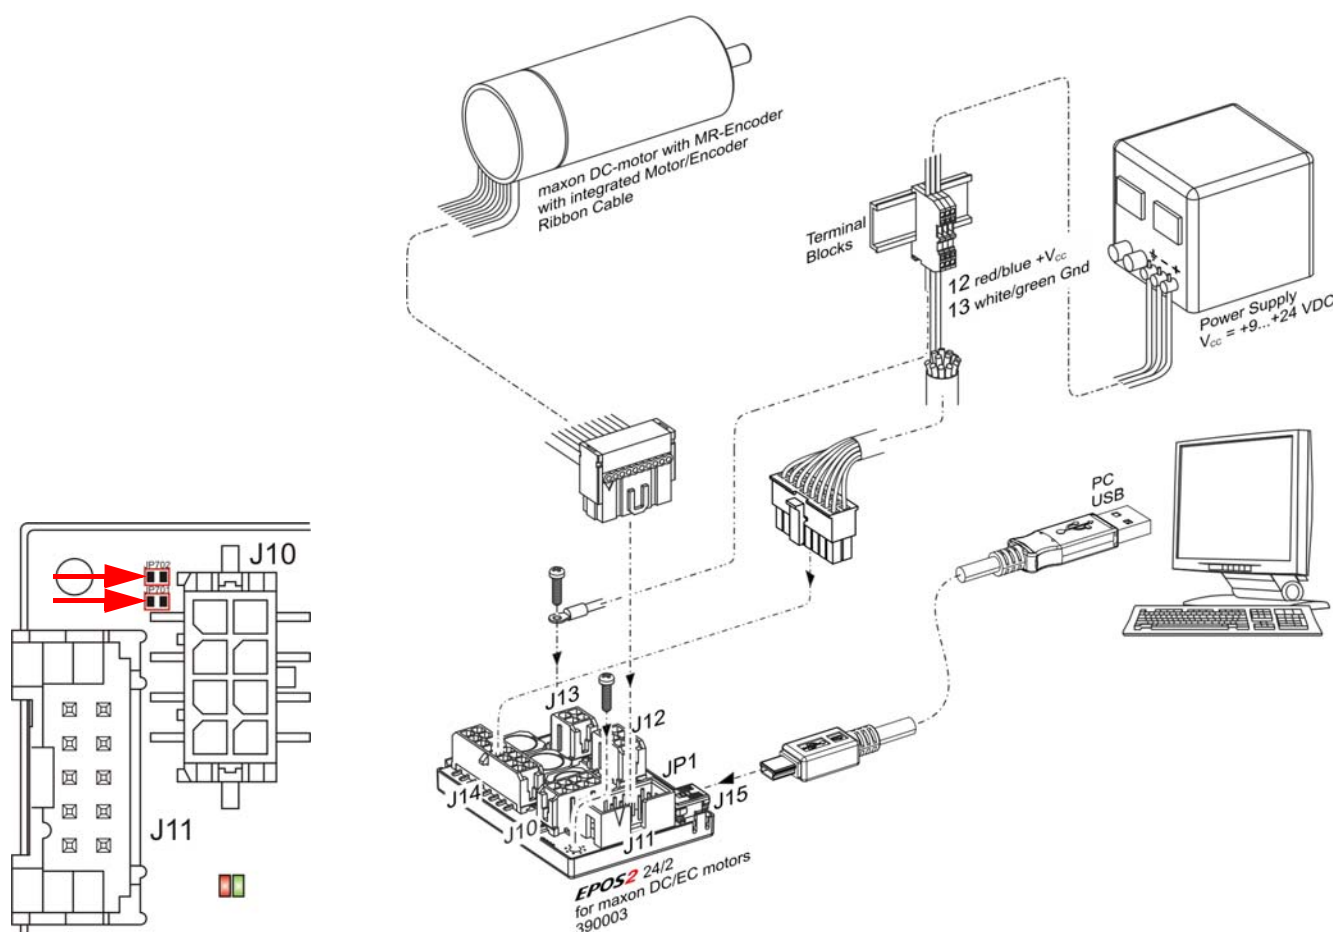

図 3-5 最小限の配線: maxon DC motor (モータ・ケーブルとエンコーダ・ケーブルがフラットケーブルで統合された DC モータ)
- 3) 下表および下図をご参考に配線作業を行って下さい。(→ 表 3-8 および 図 3-5).